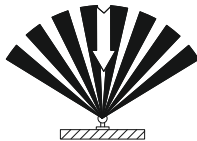

Рисунок 15 – Чувствительность датчика движения
- наибольшую чувствительность датчик имеет, когда движущийся объект перемещается перпендикулярно лучам зоны его обнаружения (рисунок 15).